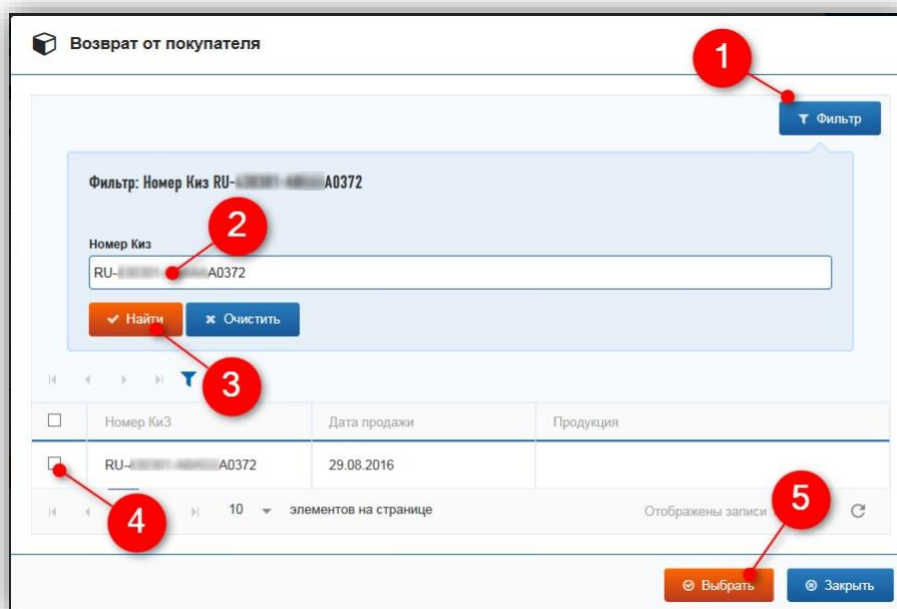

Рисунок 126 – Добавление продукции
- В появившемся окне «Возврат от покупателя» для удобства нахождения возвращаемого товара нажмите кнопку «Фильтр» [1], затем введите в строке поиска номер КиЗ [2], нажмите кнопку «Найти» [3], отметьте галочкой строку с найденным номером КиЗ [4] и нажмите кнопку «Выбрать» [5] (рис. 126).